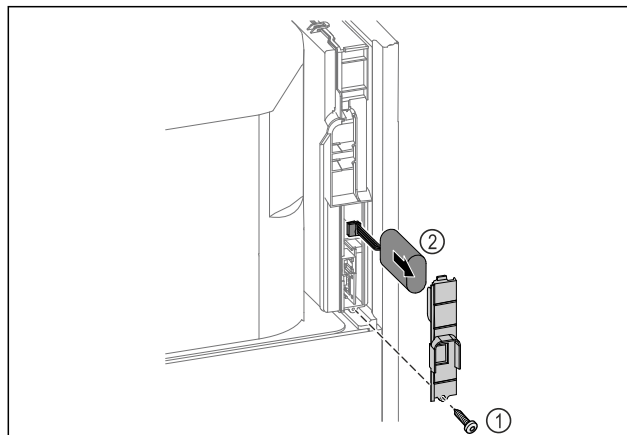

Fig. 259
- ▶ Vyšroubujte šrouby a odstraňte kryt na zadní straně spotřebiče Fig. 259 (1).
- ▶ Odpojte a vyjměte baterii Fig. 259 (2).